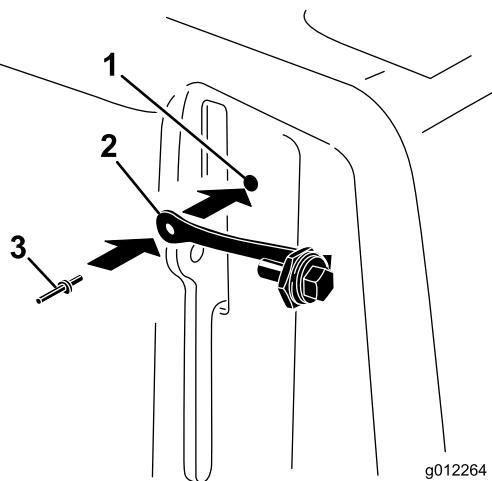

**Рисунок 8**
- Найдите отверстие в крышке ремня рядом с рычагом защелки (Рисунок 8 и Рисунок 9).